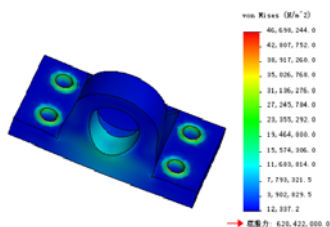

图 14-79 结果云图
- 02 计算完成后，模型区显示计算的应力结果，如图 14-79 所示。